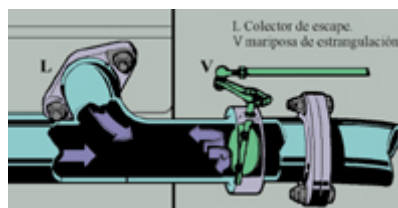

Fig. 26
- **Decelerador sobre el colector de escape (figs. 26 Y 27)**